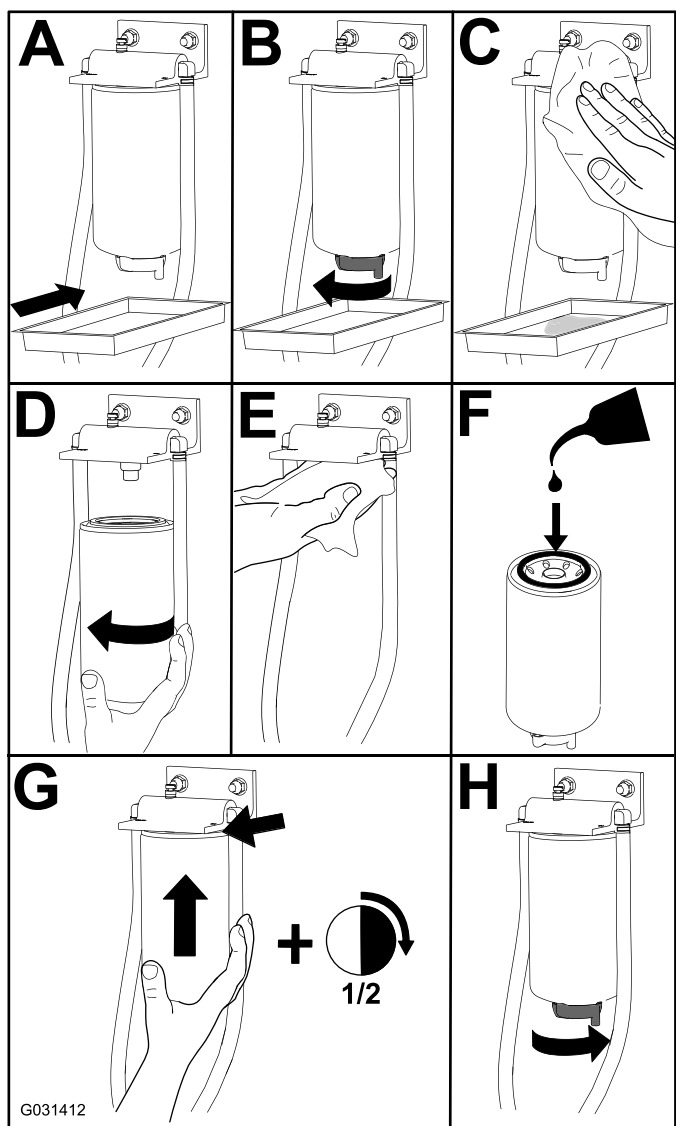

Figura 52
1. Sustituya el filtro tal y como se muestra en la Figura 52.